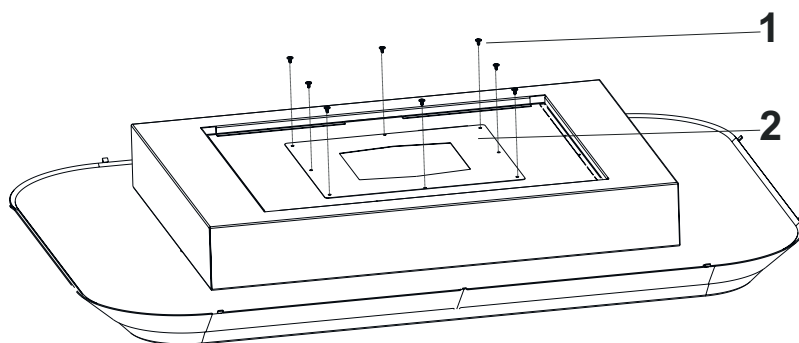

Fig. 9
4. ➔ Monter nu dækpladen på emhætten med 8x 3,5x6,5 skruer (Fig. 9).